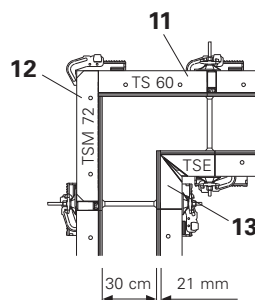

Fig. B3.02
- Elemento TSM 72 (12)
- Elemento TS 60 (11)
- Elemento d'angolo TSE (13)
- (Fig. B3.02)